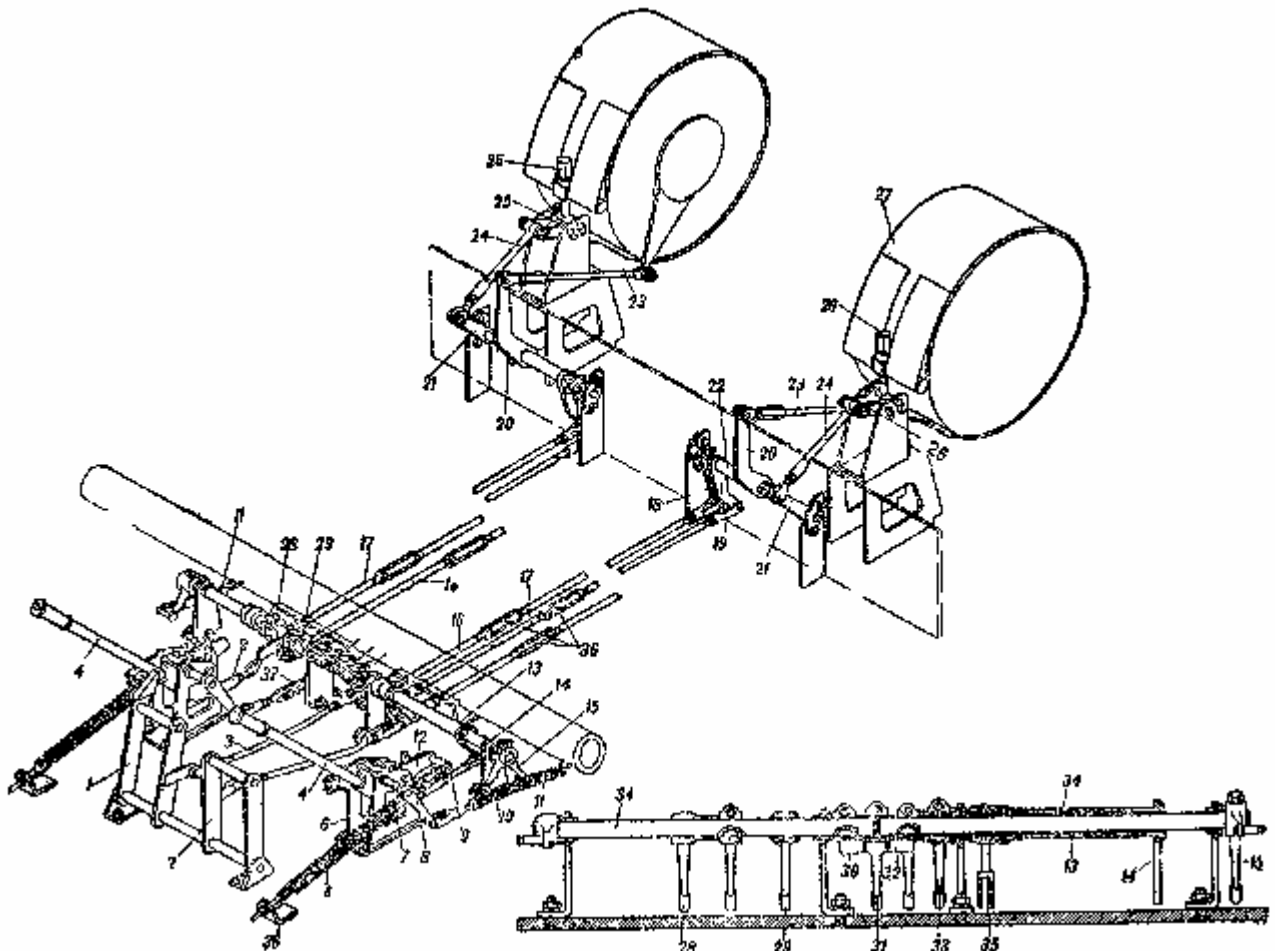
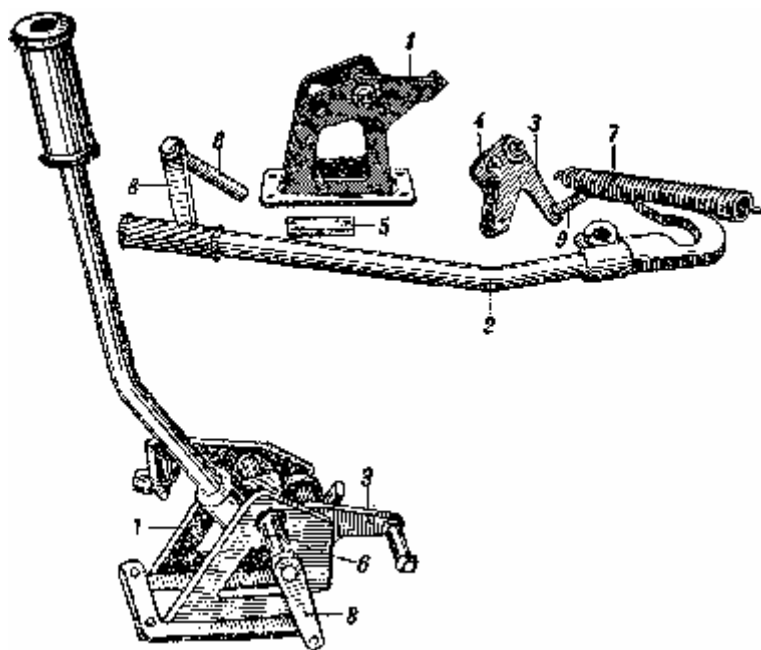

Рис. 117. Схема управления бортовыми фрикционами и тормозами:
Рис. 119. Общий вид и детали рычагов управления:
Ручной привод управления (рис. 117) состоит из трёх узлов:
Между шейками кронштейна на оси помещён трёхплечий рычаг 12 (см. рис. 117). Ролик 4 (рис. 119) этого рычага помещается в зеве крюка, находясь с ним в зацеплении.
Таким образом, при повороте водителем рычага на себя сначала выбирается зазор между крюком и роликом, а затем крюк, нажимая на ролик, повернёт трёхплечий рычаг, тянущий за собой промежуточную тягу 9 (см. рис. 117) бортового фрикциона, второй конец соединён с рычажком 14, приваренным к трубе 13 на уравнивательном валике. К этой же трубе 13 приварен и второй рычажок 33, с которым соединена продольная тяга 17 бортового фрикциона. Последняя проходит под днищем в трансмиссионное отделение, где она соединена с рычажком 19 на переходном валике.
- 1) Проверить холостой ход тяг привода к бортовым фрикционам. Для этого, отъединив промежуточную тягу 9 (см. рис. 117) бортового фрикциона от трехплечего рычага или продольную тягу 17 от рычажка 33 на уравнительном валике подать тягу рукой вперёд. Полученный холостой ход должен находиться в пределах 9...12 мм. При холостом ходе менее 9 мм удлинить или промежуточную тягу (свинчиванием вилки), или продольную тягу (регулирующей муфтой), либо укоротить наклонную тягу в корме танка. Если же холостой ход более 12 мм, то поступить наоборот. Проверив ход, соединить с рычагом ранее отъединённую тягу.